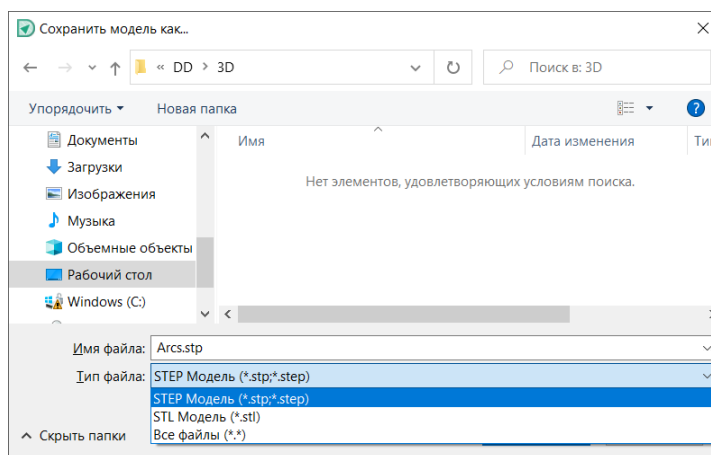

Рис. 486 Выбор формата сохранения 3D модели
2. Указать в окне проводника место, где будет сохранена 3D модель платы, указать имя файла для модели и выбрать формат, в котором она будет сохранена, см. Рис. 486.